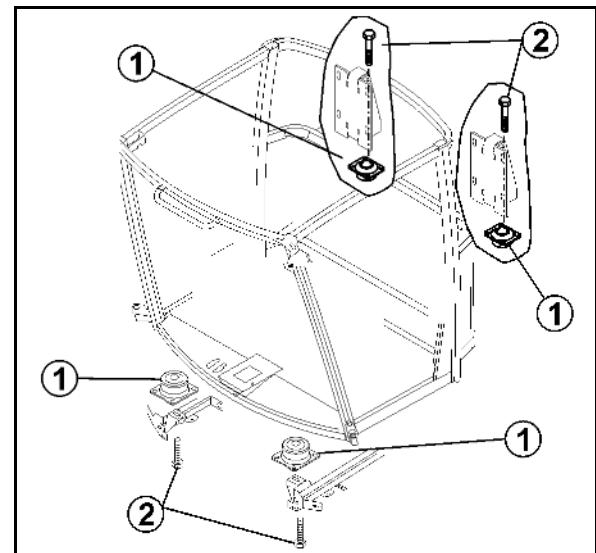

Рис. 185
1. Откройте крышку (Рис. 185/1) слева на крыше кабины.
2. Разблокируйте фильтр (Рис. 185/2), извлеките его и замените.